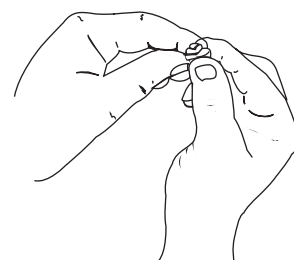

Figure 33
5. Pressez le filtre pour répartir et drainer l'excédent d'huile (Fig. 33).